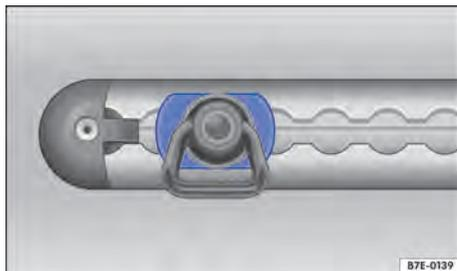

Fig. 120 No compartimento de carga: trilho de amarração com olhal de amarração (representação esquemática).
4. Atentar para que o olhal de amarração esteja travado com firmeza. As laterais do olhal de amarração devem estar numa posição horizontal → Fig. 120.